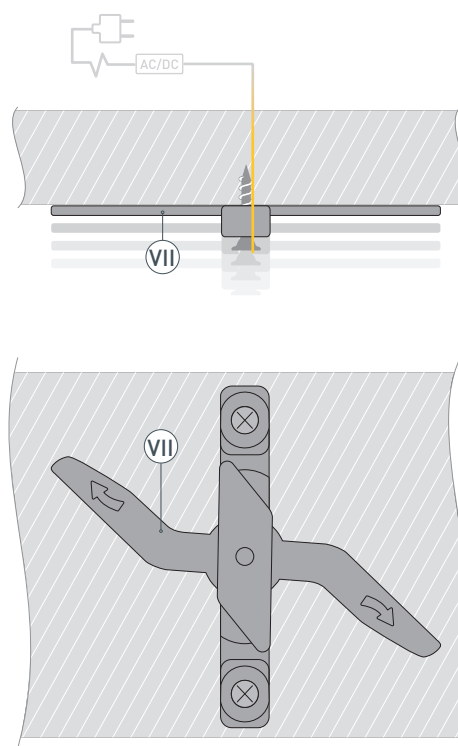

Рис. 1. Вид снизу
- 1** / Закрепите держатель **Ⓡ** на поверхности с помощью шурупов. Положение поворотных частей держателя должно быть как на рис. 1. Выведите кабель от блока питания для светодиодной ленты.